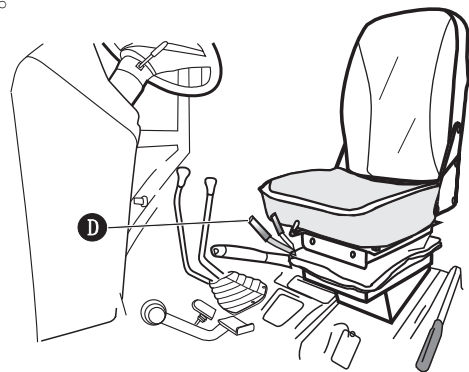

图 4-23 位控制操纵杆①-位控制操纵手
半分置式的液压提升器带有位控制操纵手柄①(见图4-23)。可实现位控制、浮动控制两种功能。
限位杆主要是限制农具(即下拉杆)的横向摆动量。将锁销插入限位套管的边孔，可使限位杆固定不动；将锁销插入限位杆套管的中间孔，可使限位杆有一定的移动量。旋转带螺纹的限位杆套管可调整限位杆长度，使下拉杆⑤(图4-23)端部的最大侧向摆动量每边均不大于120mm。